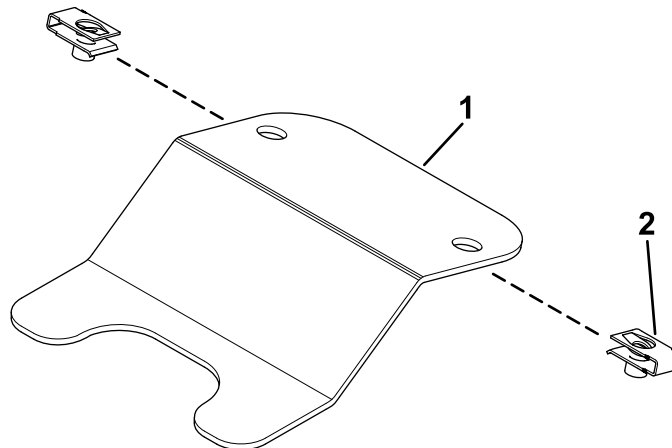

Figura 27
1. Instale dois cliques no adaptador cativo (Figura 27).